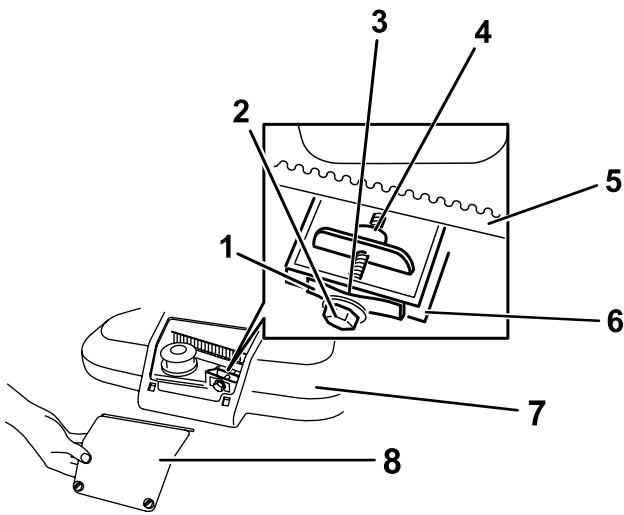

Figure 30
1. Desserrez les 2 fixations quart-de-tour sur le panneau d'accès au protège-courroies et déposez le panneau (Figure 30).
Remarque: Si un espace est visible entre la jauge et le ressort, serrez le boulon et l'écrou de réglage jusqu'à ce que la jauge d'épaisseur puisse à peine passer dans l'espace (Figure 30).